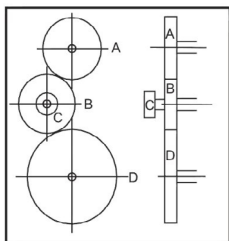

Figura 3
- ♦ Figura 3 - Pentru atingerea în trepte de 0,5 mm, folosiți poziția uneltelor: